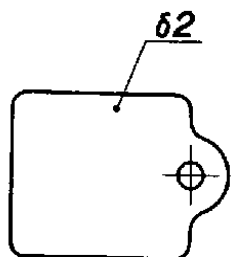

图 29
3.5 标注板状零件的厚度时，可在尺寸数字前加注符号“ δ ”（图29）。